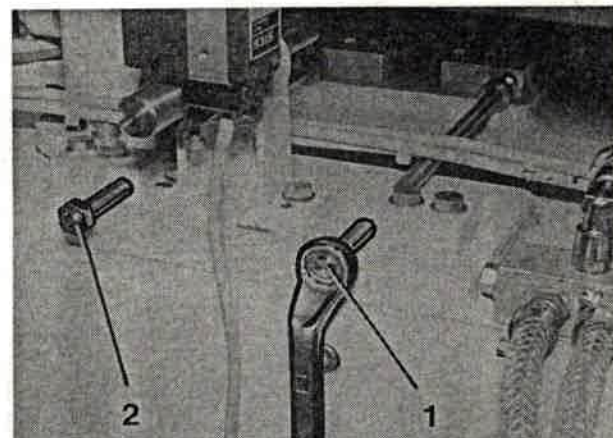

Bild 124
2. Zum Nachspannen der Ketten Sechskante (Bild 124/1 + 2) einige Umdrehungen lösen und wieder festziehen.